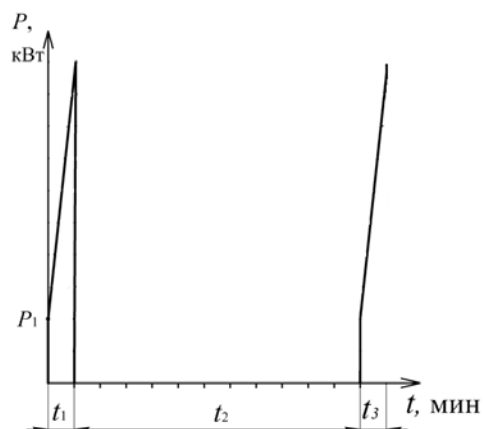

Рис. 19.1. Нагрузочная диаграмма электропривода в режиме работы S2
• к пункту 2 плана занятия. Нагрузочную диаграмму построить таким образом, чтобы размер ее составлял не менее 100×150 мм, соблюдая масштаб построения (образец представлен на рис. 19.1).